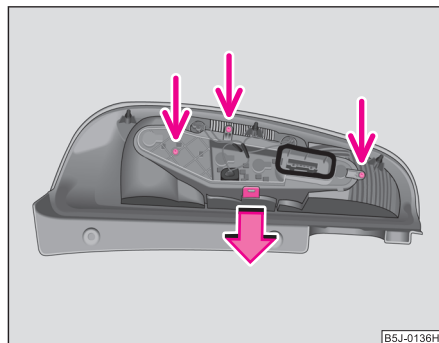

Fig. 192 Demontarea părții centrale a lămpii din spate
- Pentru accesul la becuri, deșurubați partea centrală a lămpii și apăsați piciorușul de fixare ⇒ fig. 192.
- Înșurubați partea centrală a lămpii din spate la loc în carcasă ⇒ fig. 192.